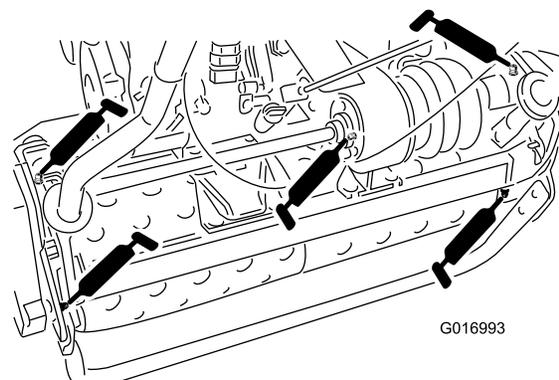

図 18
- ドラムのアクスル2ヶ所 図 18
- デファレンシャル3ヶ所 図 18